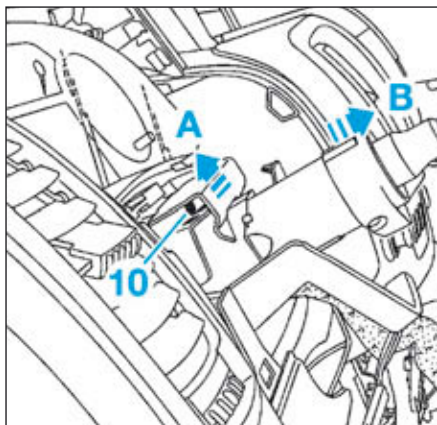

FIG.12
• Dégager l'ergot supérieur (10) de maintien de colonne de direction (Fig.12).